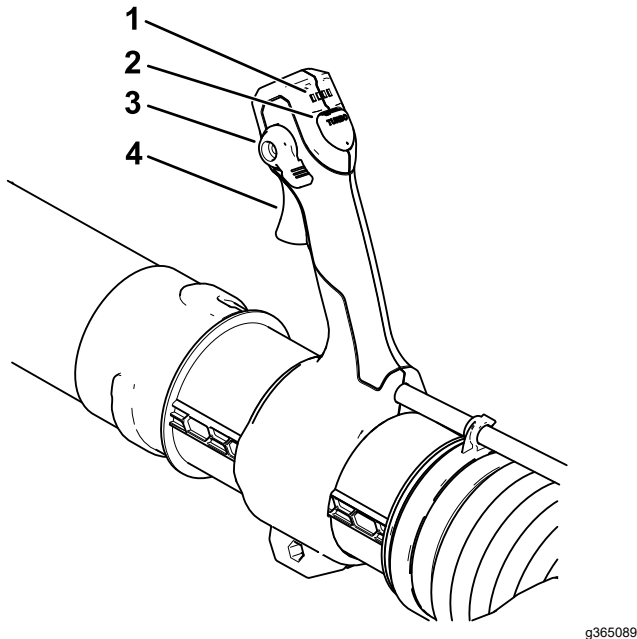

Figure 20
- Pour mettre le souffleur en marche, serrez la gâchette de vitesse variable (Figure 20).
Remarque: Enclenchez le blocage de vitesse pour garder la machine en marche sans avoir à appuyer sur la gâchette de vitesse variable (Figure 20).
Pour régler le débit du souffleur en marche, serrez la gâchette de vitesse variable (Figure 20).
Pour obtenir des performances optimales (débit d'air), appuyez sur la gâchette, puis maintenez le bouton Turbo Boost enfoncé pendant la durée souhaitée (Figure 20).
Pour maintenir le débit d'air actuel, engagez le blocage de vitesse (Figure 20).